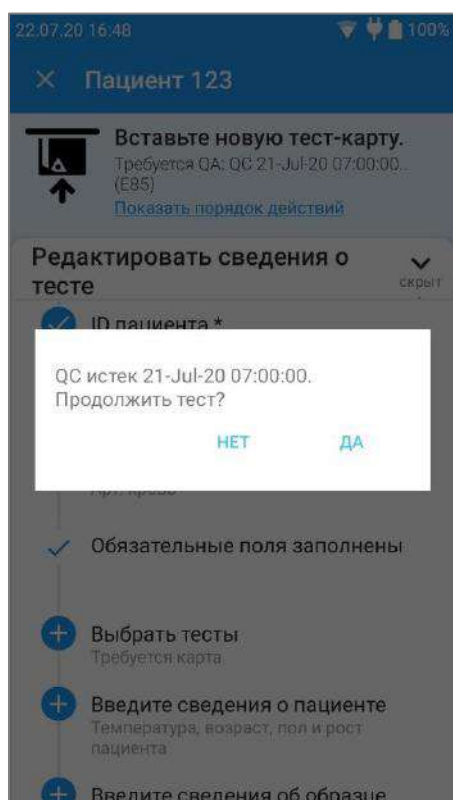

Рис. 54.
- Кроме того, после установки тест-карты в устройство ерос Reader будет появляться всплывающее сообщение с запросом на подтверждение дальнейшего выполнения анализа пользователем (рис. 54).